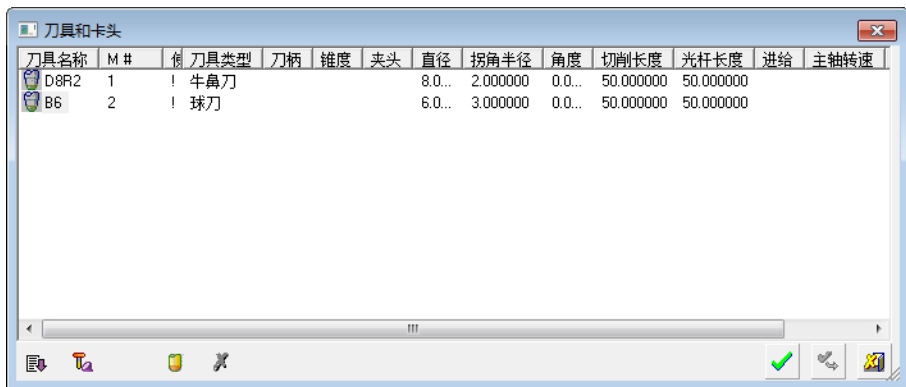

图 5-157 “刀具和卡头”对话框 (4)
2) 选择刀具。单击“刀具和夹头”按钮，弹出“刀具和卡头”对话框(4)，选择 B6 球刀，如图 5-157 所示。